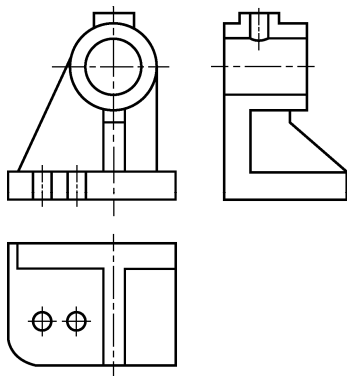

图 5-39 绘制基本图形
- 第二步，完成主视图、俯视图和左视图，如图 5-39 所示。